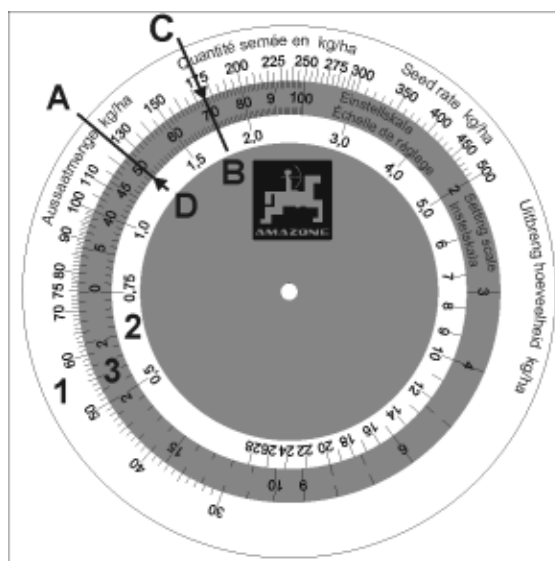

Fig. 40
De rekenschijf bestaat uit drie schaalverdelingen: een buitenste witte schaal (Fig. 40/1) voor alle zaaihoeveelheden meer dan 30 kg/ha, een binnenste witte schaal (Fig. 40/2) voor alle zaaihoeveelheden beneden 30 kg/ha. Op de middelste gekleurde schaal (Fig. 40/3) staan alle instellingen van de aandrijfkast van 1 tot 100.
2. De zaaihoeveelheid 125 kg/ha (Fig. 40/A) en de "stand aandrijfkast 50" (Fig. 40/B) op de rekenschijf tegenover elkaar plaatsen.
3. Lees nu op de rekenschijf de stand op de aandrijfkast voor de gewenste zaaihoeveelheid van 175 kg/ha af (Fig. 40/C). In ons voorbeeld is dat de "stand aandrijfkast 70" (Fig. 40/D).
1. Voor het leegmaken van de zaadbak emmers onder de uitlooppipen (Fig. 40/1) zetten.